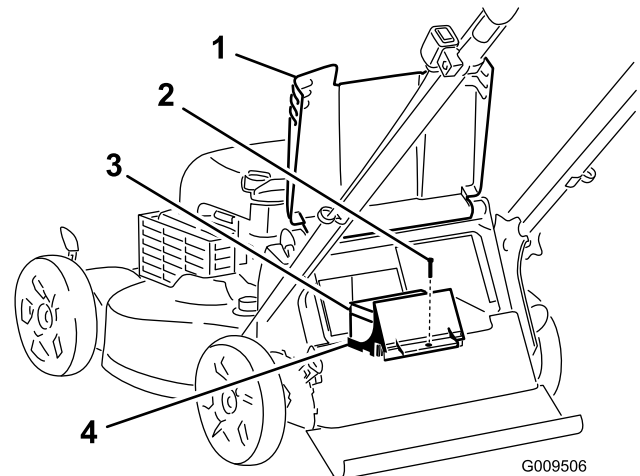

Figura 25
1. Eleve el deflector trasero y localice el compartimento de la batería (Figura 25).